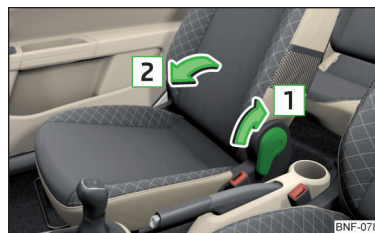

Fig. 51
- Pentru **rabatarea spre înainte**, trageți maneta în sensul săgeții **1** și rabatați spre înainte spătarul scaunului în sensul săgeții **2** » fig. 51. Elementul de blocare trebuie să se fixeze cu un declic.